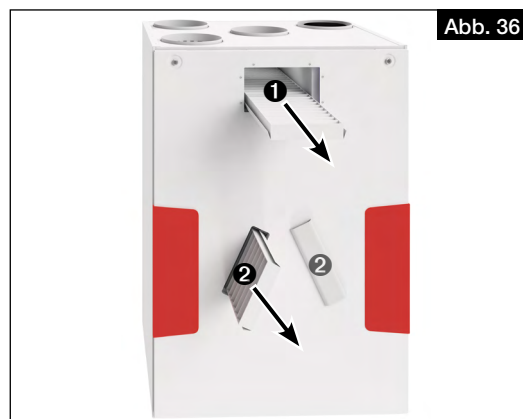

Abb. 36
2. Außenluftfilter **1** nach vorne herausziehen und wechseln (s. Abb. 36).
4. Abluftfilter **2** nach vorne herausziehen und wechseln (s. Abb. 36).
- ① Über die Software **easyControls 3.0** oder **KWL-BE Touch** quittieren.